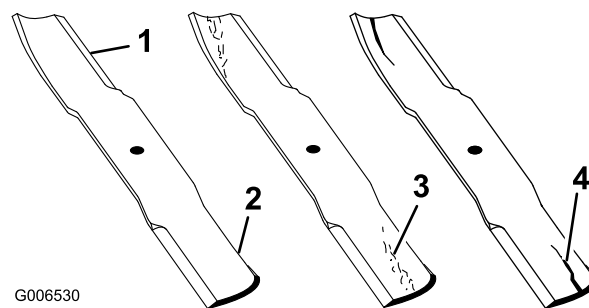

Figura 77
1. Inspeccione as extremidades de corte (Figura 77). Se as extremidades não estiverem afiadas ou estiverem amolgadas retire e afie as lâminas. Consulte Afiar as lâminas.
2. Inspeccione as lâminas, especialmente a área curva. Se verificar quaisquer fissuras, desgaste, ou a formação de ranhuras nesta área instale imediatamente uma lâmina nova (Figura 77).